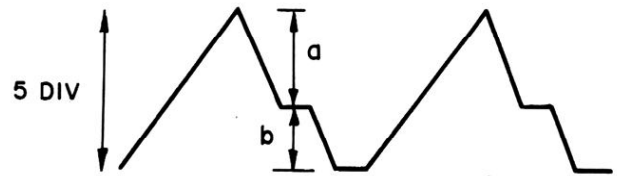

Fig. 14-7 Waveform
3. When a waveform like that shown in Fig. 14-7 is obtained, vary oscilloscope gain until a sawtooth wave with 5 div peak-to-peak is obtained. Then, referring to Fig. 14-7, adjust VR1 until a to b equals 2.8 to 2.2 (Make sure noise does not affect adjustment.)
4. When the 33 1/3 rpm adjustment is completed, adjust VR2 using the same procedure (item 2 and 3 above) for 45 rpm. Always adjust 33 1/3 first, and always adjust 33 1/3 if 45 rpm is to be adjusted even though it might be accurate.
3. Si la forme d'onde est semblable à celle de la Fig. 14-7, faire varier le gain de l'oscilloscope jusqu'à ce qu'elle soit en dents de scie avec 5 divisions crête à crête puis, en se reportant à la Fig. 14-7, régler VR1 jusqu'à ce que a à b soit égal à 2.8 à 2.2 (veiller à ce qu'aucun bruit ne gêne le réglage).